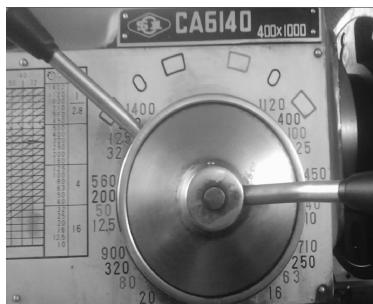

图 1-7 转速手柄
(1) 演示 400 r/min 的启动与停止, 停车变速。变速机构的转速手柄如图 1-7 所示。